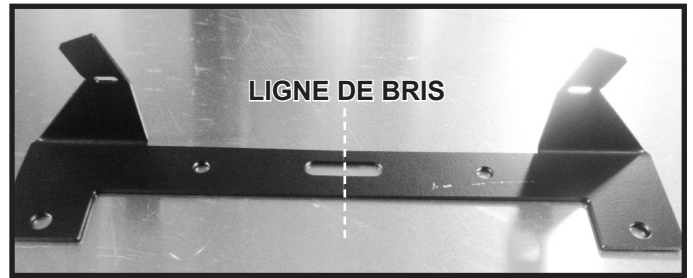
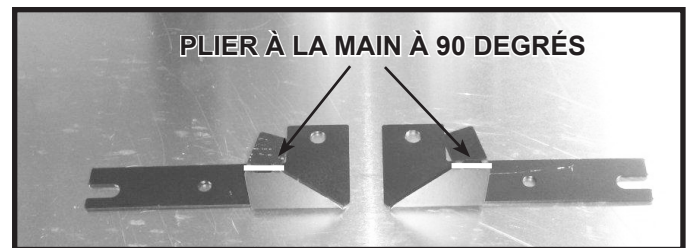

Figure 10.9. Support de l'écran de verre
Figure 10.11. Former le support de l'écran de verre
5. Brisez le support de l'écran de verre en deux pièces, comme il est indiqué aux figures 10.9 et 10.10. Pliez à la main comme il est indiqué à la figure 10.11 pour former les supports du verre.